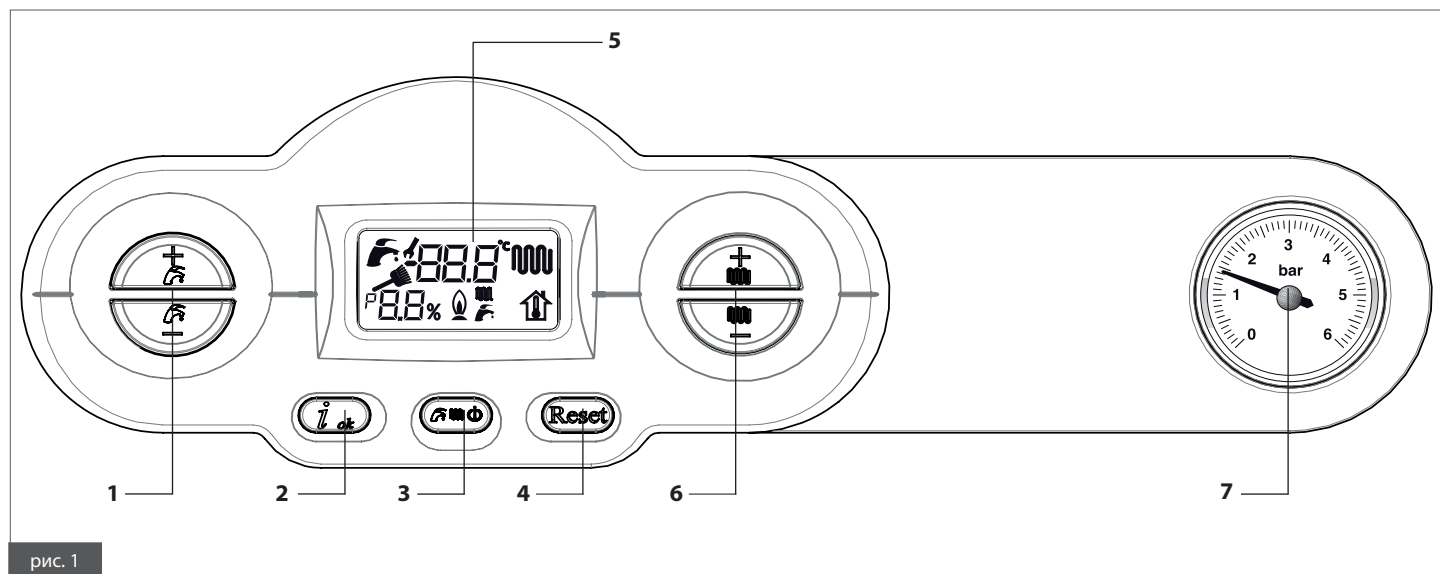

рис. 1
Индикатор горит и мигает во время активности функции «трубочист» (одновременно нажать кнопки «данные» [«info»] (2, рис. 1) и «перезапуск» [«reset»] (4, рис. 1). При этом демонстрируется температура подачи котла (l, рис. 2) и величина напряжения, поданного на модулятор газового клапана (d, рис. 2).
Мигает в процессе регуляции/выбора температуры ГВС с помощью кнопок 1 (рис. 1).
Мигает в процессе регуляции температуры контура отопления с помощью кнопок 6 (рис. 1).
Горит если подключен датчик температуры наружного воздуха, мигает во время установки фиктивной комнатной температуры с помощью кнопок 6 (рис. 1).
- Выбрать режим работы котла с помощью кнопки **3** (рис. 1): OFF/ЛЕТО/ЗИМА/ТОЛЬКО ОТОПЛЕНИЕ;
- Задать желаемую температуру теплоносителя в контуре отопления с помощью кнопок **6** (рис. 1);
- Задать температуру ГВС с помощью кнопок **1** (рис. 1);